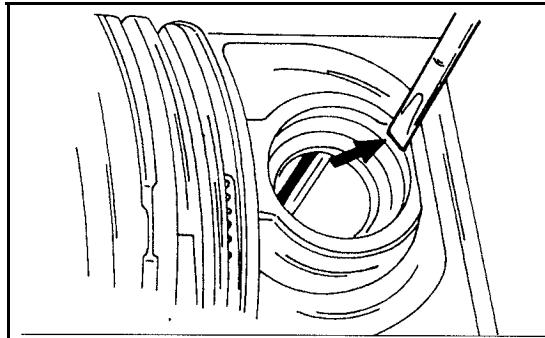

Bild 115
- Kolbenbolzen herausdrücken, nachdem die Sicherungsspangen entfernt wurden. Ein Einschnitt im Kolbenaugen ermöglicht das Ansetzen eines Dorns, so dass man die Sicherungsspangen heraushebeln kann (siehe Bild 115). Den Bolzen mit einem passenden Dorn herauspressen.